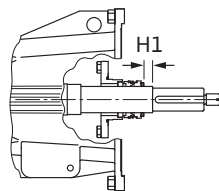

fig. 31: Utförande med mekanisk tätning
- För på positioneringsringen 5.3 på axeln och montera den med hänsyn till monteringsmåtten H1 och åtdragningsmomentet (se fig. 31 och tab. 9).